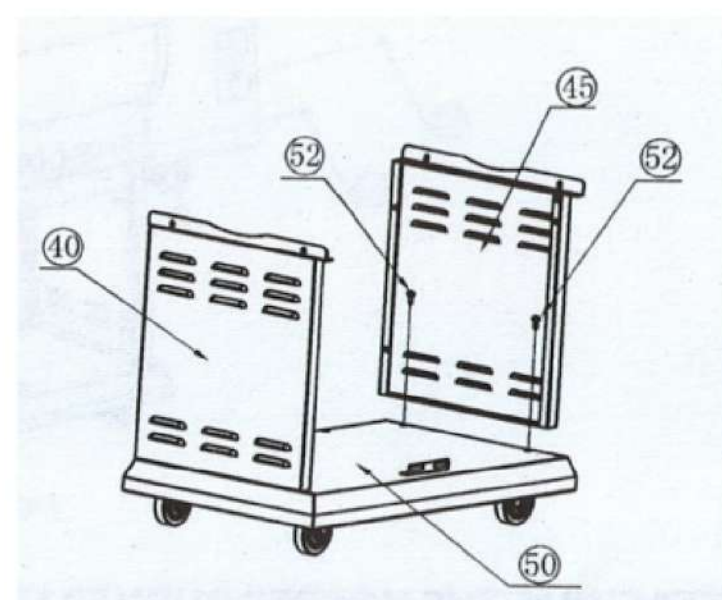

Рисунок 2
Б) Закрепите правую панель (45) на основание (50) с помощью винтов $\frac{1}{4}$ -20*1 (M6x20) (52) как указано на рис. 2.